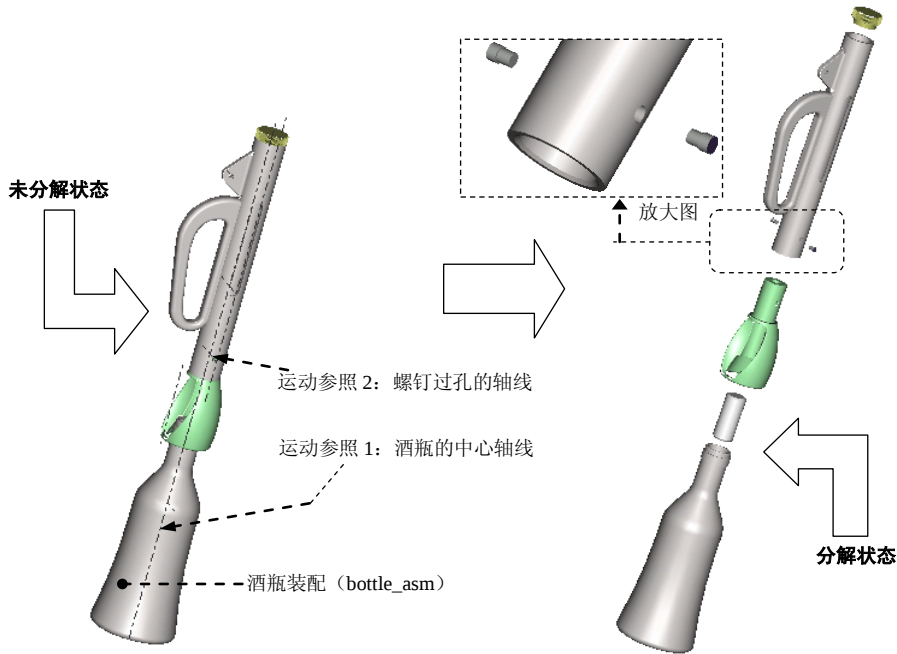

图 9.5.1 装配体的分解图
装配体的分解（Explode）状态也叫爆炸状态，就是将装配体中的各零部件沿着直线或坐标轴移动或旋转，使各个零件从装配体中分解出来，如图 9.5.1 所示。分解状态对于表达各元件的相对位置十分有帮助，因而常常用于表达装配体的装配过程以及装配体的构成。
(1) 在“分解位置”操控板中单击“平移”按钮 .
(2) 在图 9.5.3 所示的“分解位置”操控板中激活“单击此处添加项目”, 再选取图 9.5.1 中的酒瓶的中心轴线作为运动参照, 即各零件将沿该中心线平移。
(3) 单击操控板中的  选项 按钮, 然后选择 ☒  随子项移动 复选框。
(4) 选取酒瓶装配 (bottle_asm), 此时系统会在酒瓶上显示一个参照坐标系, 拖动坐标系的轴, 移动鼠标, 向下移动该元件。
(5) 选取瓶口座零件 (socket), 向下移动该零件, 此时酒瓶装配件也跟着移动。
(6) 选择主体盖零件 (body_cap), 向上移动该零件。
(7) 选择酒瓶塞 (cork), 向上移动该零件。
(1) 在“分解位置”操控板中单击“平移”按钮  (由于前面运动也是平移运动, 可省略本步操作)。
(2) 选择图 9.5.1 中螺钉过孔的轴线作为运动参照, 即两个固定螺钉将沿该轴线平移。
(3) 单击操控板中的  选项 按钮, 然后取消选择 ☒  随子项移动 复选框。
(4) 分别移动两个紧固螺钉。